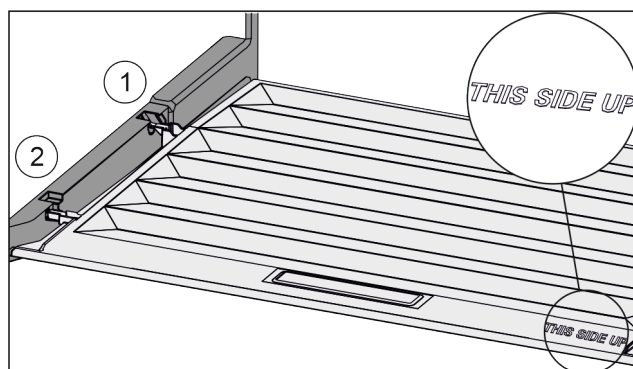

Fig. 36
- Introduire les rainures du couvercle par l'orifice du support arrière Fig. 36 (1) et les enclencher à l'avant dans le support Fig. 36 (2).